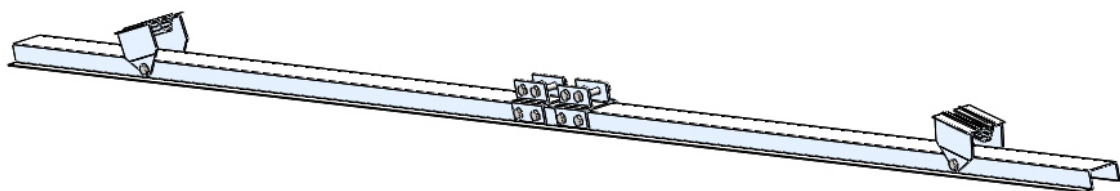

fig.1
a. Montati conexiunea baza spate ② si piesa conectare fata ④ pe sina (fig. 1)